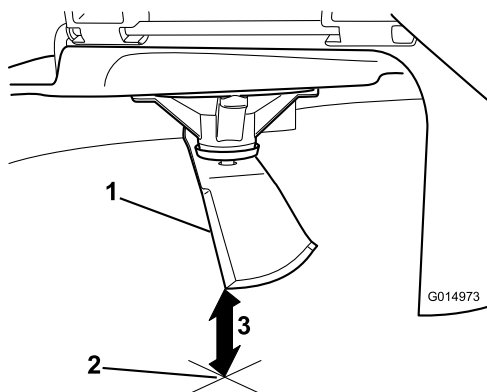

Figure 59
3. Mesurez la distance entre la pointe de la lame et la surface plane (Figure 59).